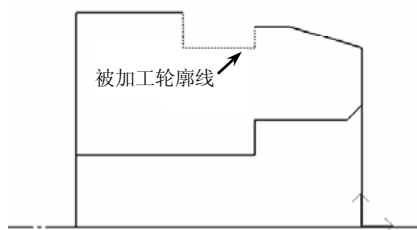

图 6-148 拾取切槽加工表面轮廓
(2) 拾取加工轮廓 当单击“切槽参数表”对话框中的“确定”按钮后，在状态栏中系统提示拾取被加工工件表面轮廓，单击立即菜单，在其下拉菜单中选取“单个拾取”方式，拾取切槽加工工件表面轮廓，如图 6-148 所示，所有选择的线条都变成了红色，然后单击右键结束被加工工件表面轮廓的拾取，系统提示确定进退刀点。